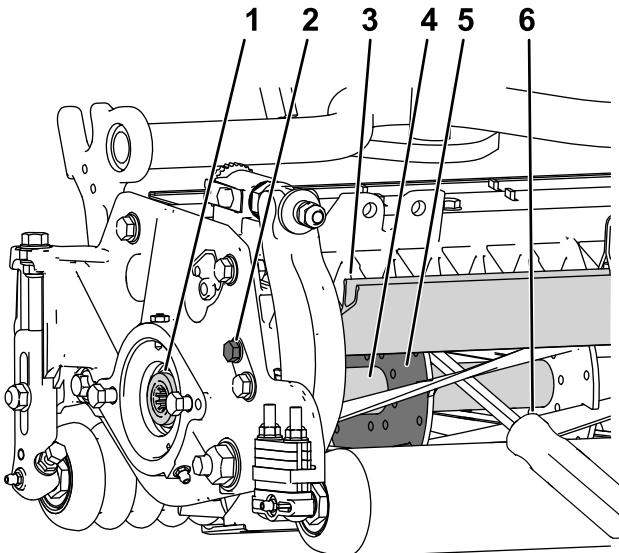

Figura 31
1. Allentate il bullone del deflettore sul lato sinistro dell'apparato di taglio e sollevate il deflettore posteriore (Figura 31).
2. Inserite un piede di porco con manico lungo (3/8" x 12" raccomandato con manico a cacciavite) attraverso la parte posteriore del cilindro di taglio, più vicino al lato dell'apparato di taglio da serrare (Figura 31).
3. Posizionate il piede di porco contro il lato di saldatura della piastra di supporto del cilindro (Figura 31).